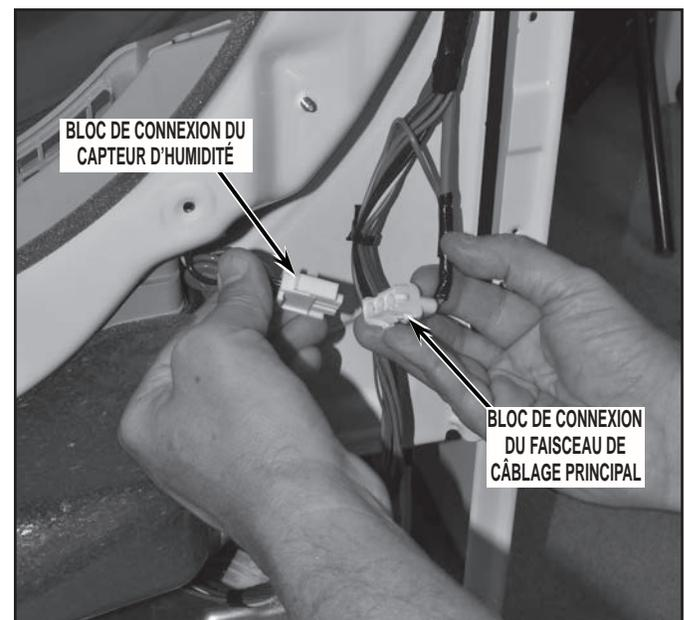

FIGURE 12
15. Débrancher le connecteur du capteur d'humidité du bloc de connexion du faisceau de câblage principal situé en bas/à droite de la sécheuse. Voir *Figure 12*.